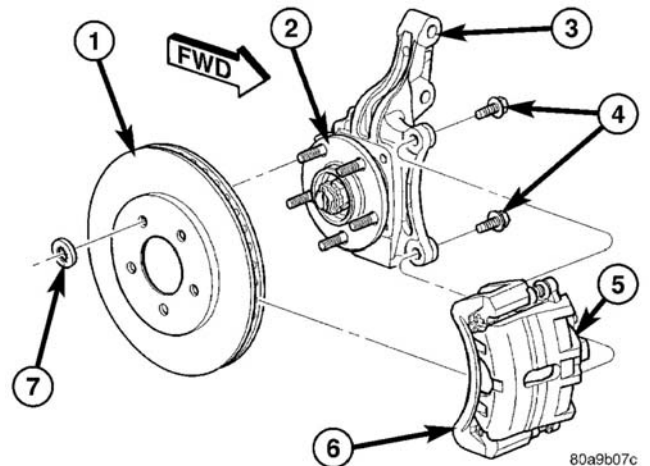

图 5 前制动器安装
- （5）如图所示（图 5），将盘式制动器的制动钳和适配器作为一个总成从转向节上卸下。用松紧绳或铁丝将总成吊到一边。不得用制动软管悬挂制动钳。
- （6）从轮毂和轴承上卸下制动盘（图 5）。
(1) 将轮毂和轴承安装到短轴上并推入转向节，直至垂直入位到转向节的表面。
(2) 从转向节的后部安装轮毂和轴承的4个固定螺栓。以交叉方式均匀紧固所有4个固定螺栓，直至轮毂 / 轴承总成垂直入位到转向节的前部。紧固固定螺栓至 $65 \text{ N} \cdot \text{m}$ (45 ft.lbs.) 的扭矩。
(3) 将制动盘安装到轮毂和轴承上（图5）。
(4) 将制动钳和适配器总成装回制动盘，并与转向节上的安装孔对齐（图5）。安装固定螺栓并紧固至 $169 \text{ N} \cdot \text{m}$ (125 ft.lbs.) 的扭矩。